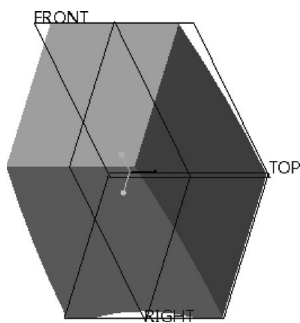

图 12-74 创建拉伸基本实体
- 5) 单击“拉伸”选项卡中的  (完成) 按钮, 创建的拉伸基本实体如图 12-74 所示。